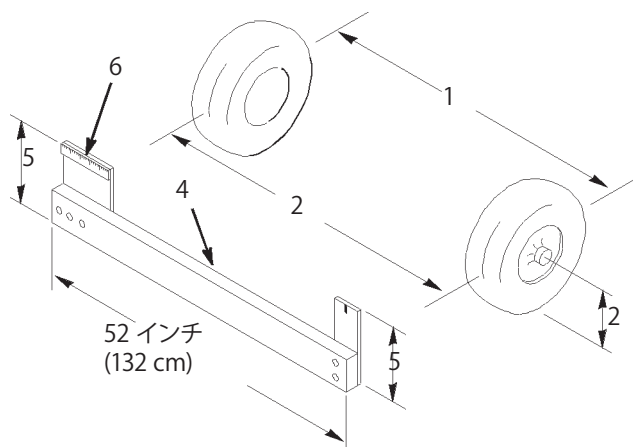

図51
4. 前輪の前と後ろで、左右のタイヤの中央線間距離を測る（図51）；計測はアクスルの高さで行う。前輪の後ろで、アクスルの高さで測定を行うには市販または手製のトーイン測定器が必要となる。前後の計測とも同じ道具を使用し、アクスルの高さで正しく測定すること（図51）。前後の計測値が同じか、前での測定値が0~6 mm 小さければよい。
5. 前後の測定値の差が所定範囲にない場合、タイロッド両端のジャム・ナットを外して調整を行う（図51）。